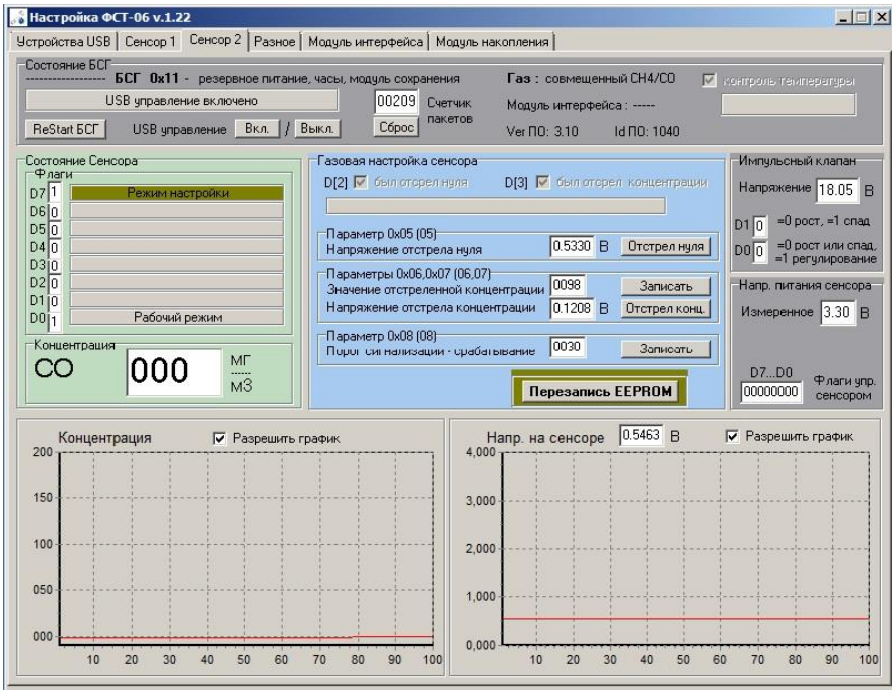

Рисунок. 8.4 Вид окна при калибровке сенсора 2.
8.5. Вид окна при газовой калибровке сенсора показан на рис. 8.4. Отстрел нуля (нет концентрации измеряемого газа) производится на чистом воздухе после прогрева сенсора. Для сенсора CO2 на улице (концентрация CO2 около 0.04%) или при подаче любой газовой смеси не содержащий CO2